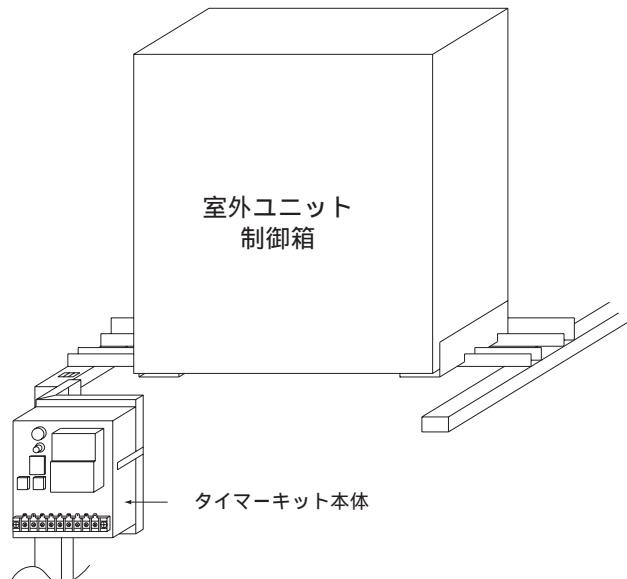

図2. タイマーキット組込図 (I C E Y)
(4) タイマーキット本体を、取付板に、取付ネジ(3本)を使って図2の様に取付けてください。尚、取付板の取付ネジ穴(3ヶ所)のうち、下側のネジ穴(1ヶ所)に予め取付ネジ(1本)を途中までねじ込んでからタイマーキットを取付けると作業が容易になります。